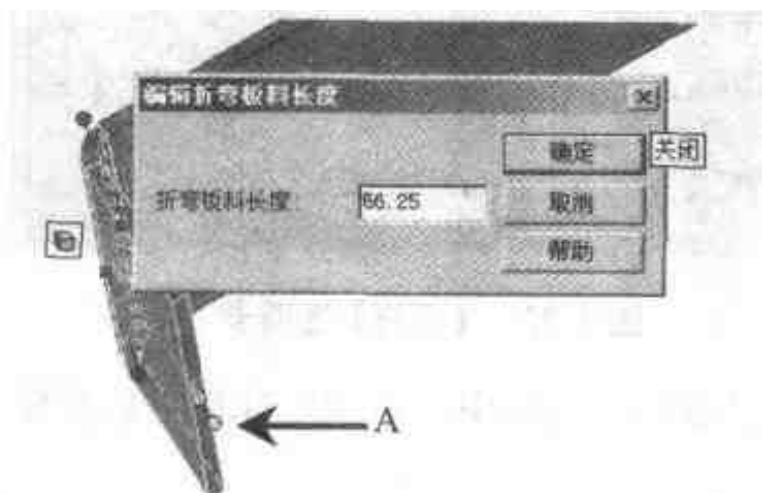

图 4.87 编辑折弯长度
- (2) 右击如图 4.87 所示智能图素手柄(A)，在弹出的对话框中将折弯板料长度改为 66.25。